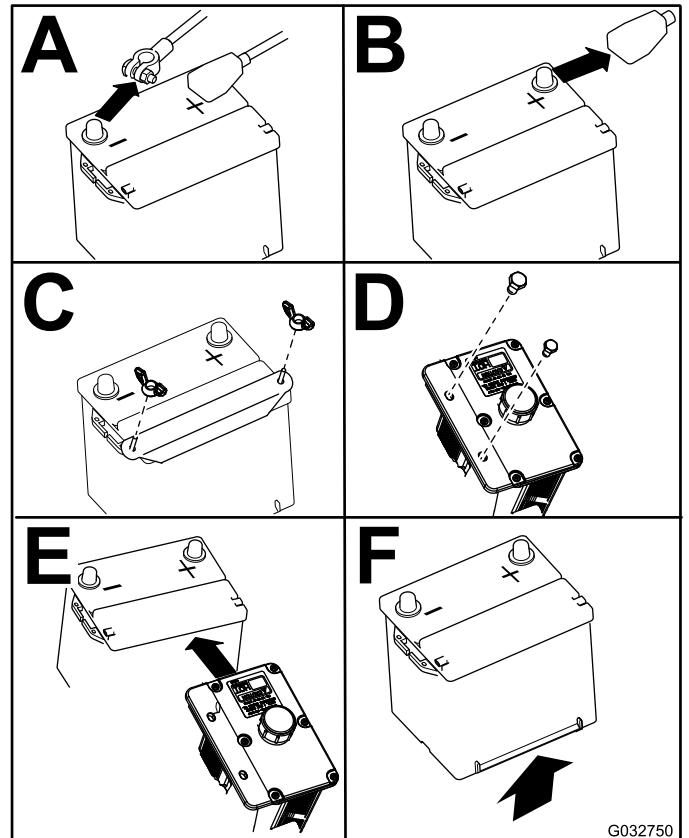

Figure 49
4. Retirez la batterie, comme montré à la Figure 49.